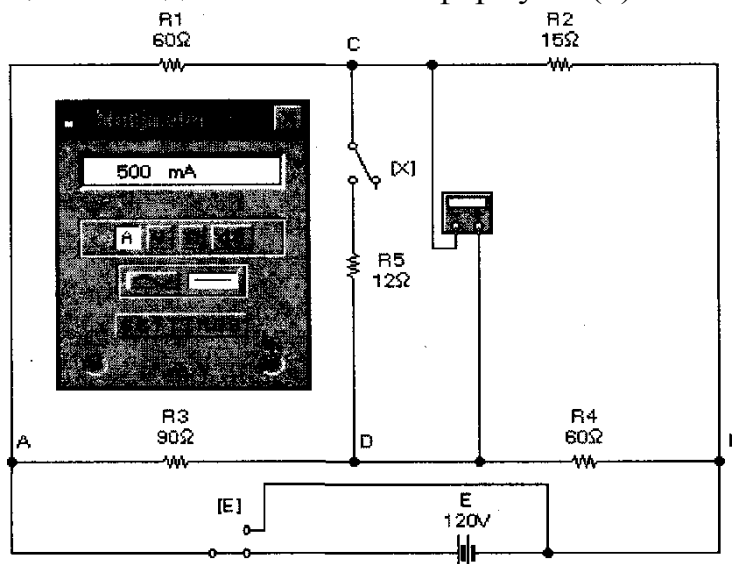

Рис. 9. Мостовая схема в режиме короткого замыкания исследуемой ветви
2. Искомое сопротивление можно найти и другим путем. Для этого нужно замкнуть точки C и D накоротко, вычислить ток $I_{кз}$, протекающий через короткозамкнутый участок, и сопротивление короткого замыкания определить по формуле (6). Для моделирования такого режима необходимо ключ E вернуть в исходное состояние, а мультиметр перевести в режим амперметра. Результаты моделирования показаны на рис. 9, из которого видно, что ток короткого замыкания равен $0,5 \text{ A}$. Тогда на основании формулы (6) $R_{кз} = 24 / 0,5 = 48 \text{ Ом}$.